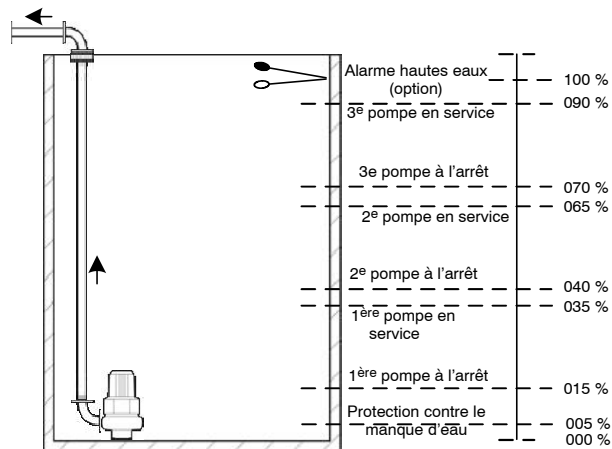
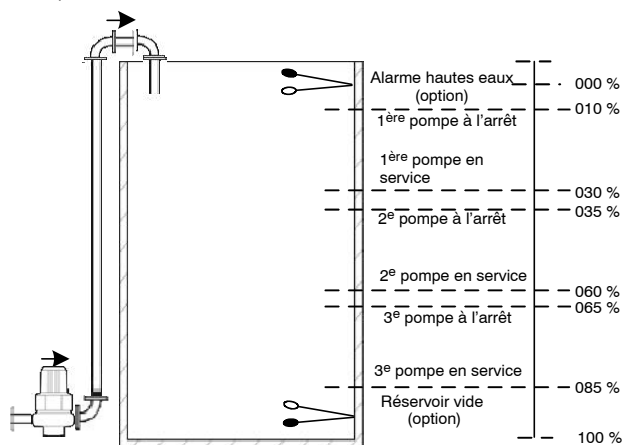

Fig. 14 Exemple pour des niveaux de démarrage et d'arrêt dans une installation dotée de 3 pompes
Fig. 15 Niveaux de démarrage et d'arrêt dans une installation dotée de 3 pompes
**Attention** Dans les installations comportant moins de 6 pompes, régler les niveaux résiduels sur 99 % (cf. exemples suivants aux Fig. 14 / Fig. 15 avec 3 pompes).